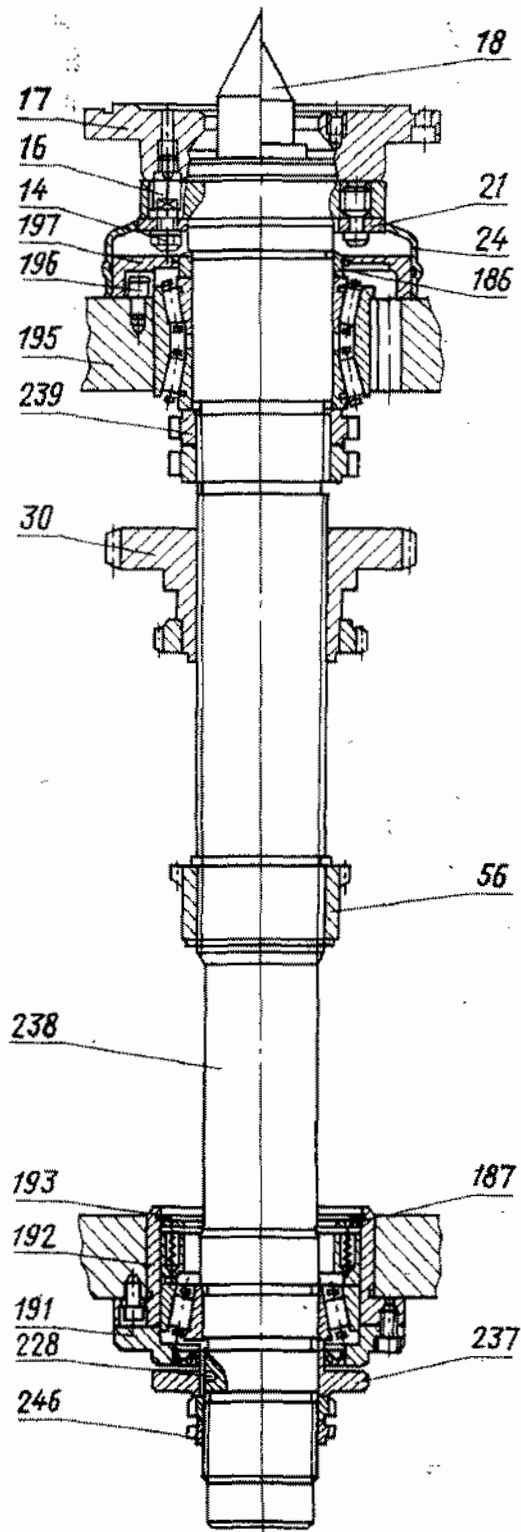

Рис. 17. Шпиндельная бабка (чертеж шпинделя в сборе)
*Примечание.* Станки комплектуются передними шпиндельными подшипниками № 3182120 класса 4, ГОСТ 7634—56 и задними № 46216Л класса 5, ГОСТ 831—62 (см. рис. 14) или передними подшипниками № 697920Л класса 2 и задними № 17716Л класса 2 по ТУСТ 5434 (см. рис. 17). Шпиндельные подшипники заказом не регламентируются.